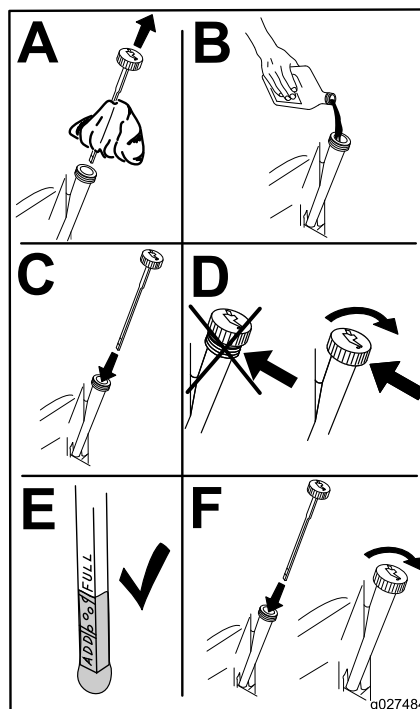

Figura 69
6. Vierta lentamente un 80% aproximadamente del aceite especificado por el tubo de llenado, luego añada lentamente el resto del aceite hasta que llegue a la marca de **Lleno** (Figura 69).